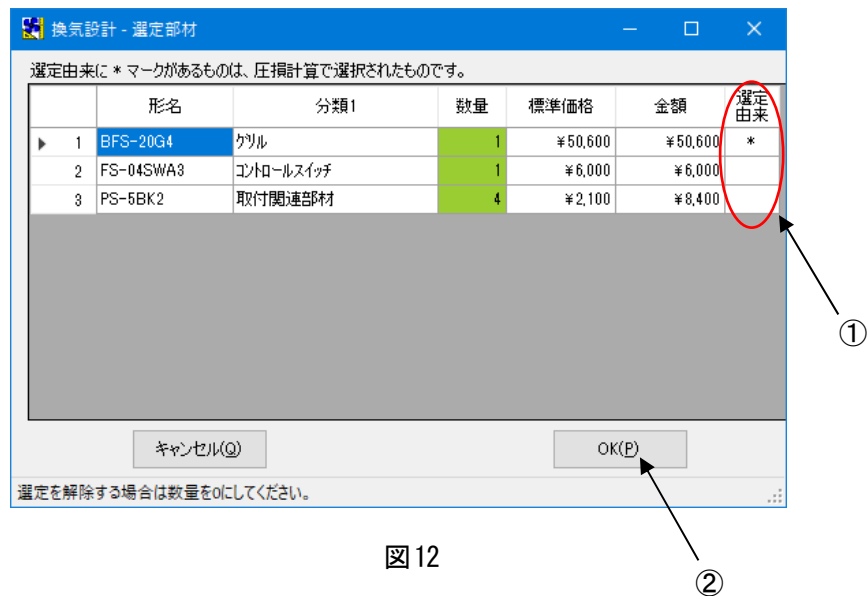

図 12
- (2) 選択した部材が表示されます。(図 12)
選定由来(図 12-①)に\*印があるのは、圧損計算で選択されたものです。
(3) 部材表示を終了したい場合は [OK (P)] ボタン (図 12-②) をクリックします。